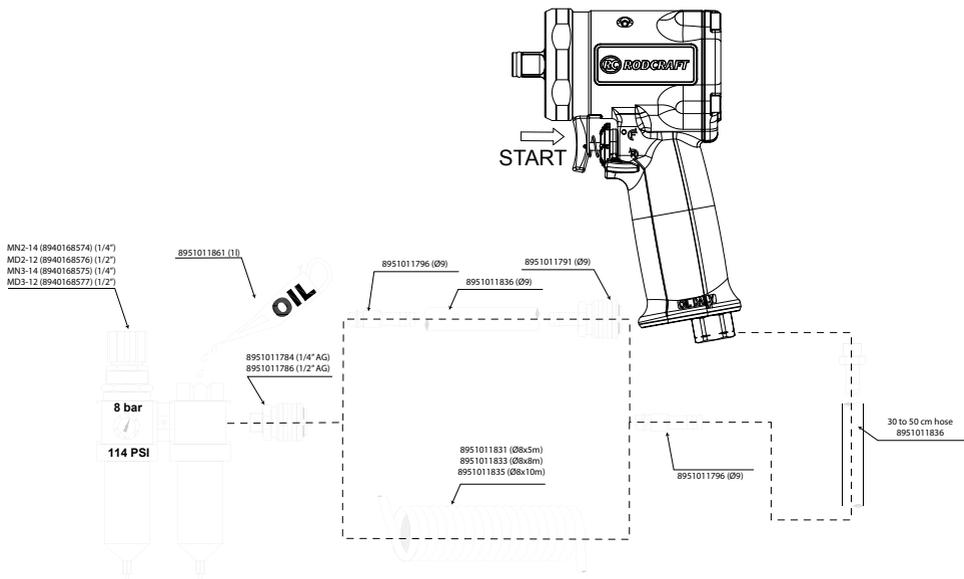

Fig. 01:
- Das Gerät laut Abb. 01 anschließen.
- Zum Betrieb in Vorwärtsrichtung den Umschaltstift einwärts drücken. Zum Betrieb im Rückwärtsgang den Umschaltstift (2) drücken.
- Drücken Sie zum Starten der Maschine einfach auf den Drücker (1). Die Maschinendrehzahl steigt mit steigendem Druck auf den Drücker. Lassen Sie den Drücker oder Hauptschalter los, um die Maschine zu stoppen.
- Den Drehzahlshalter (3) nur verwenden, wenn die Antriebsspindel vollständig stillsteht. Das Ändern der Drehzahl vor dem Stillstand der Antriebsspindel kann die Maschine beschädigen.
- Connect device as shown in Fig.01.
- To operate in forward rotation, push the reverse pin (2). To operate in reverse, push the reverse pin (2).
- To start the machine, simply push the trigger (1). Machine speed is increase by increasing pressure on the trigger. Release the main switch to stop.
- Use the speed switch (3) only when the drive spindle comes to a complete stop. Changing the speed before the drive spindle stops may damage the machine.